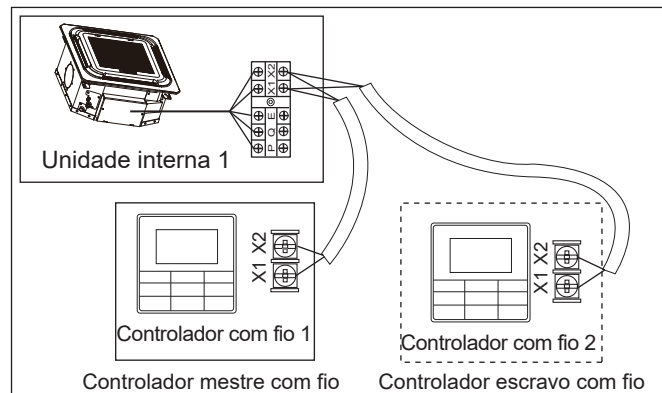

Figura 41
- Utilize um controlador com fio para controlar uma unidade interna ou dois controladores com fio (um controlador mestre e um escravo) para controlar uma unidade interna (consulte a Figura 41);